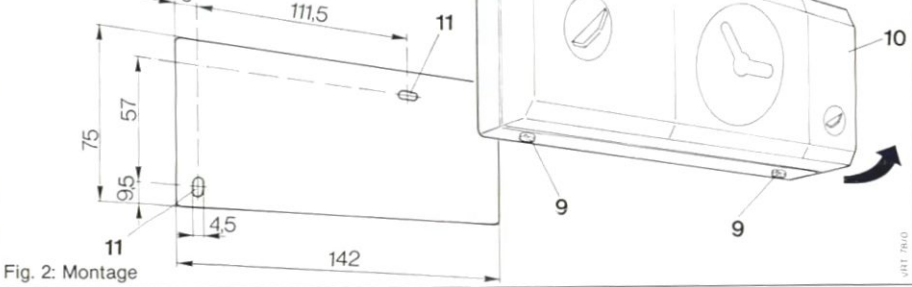
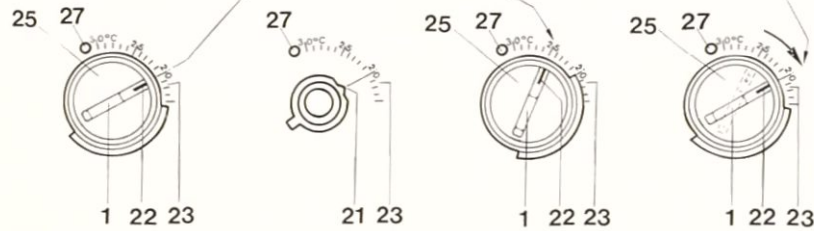

Fig. 2: Montage
Fig. 6: Temperaturwähleranzeige anpassen
1. Praticare due fori di fissaggio (11) del diametro di 6 mm come da fig. 2 ed inserire i tasselli.
2. Allentare le viti (9) con un cacciavite.
10.3 Inserire la parte superiore della scatola (10, fig. 2) nel nottolino di sostegno (12) richiudere e fissare alla parte inferiore della scatola con le due viti (9). Stringere quindi il fusibile nel quadro di comando della Tecnoblock.
2. Togliere la parte superiore della scatola (10, fig. 2) come da paragrafo 9.2.
4. Applicare la parte superiore della scatola (10, fig. 2) come da paragrafo 10.3.
Togliere la parte superiore della scatola (10, fig. 2) come da paragrafo 9.2.
Applicare nuovamente la parte superiore della scatola (10, fig. 2) come da paragrafo 10.3.
Girare il selettore della temperatura diurna (1, fig. 1) sul valore superiore del campo di regolazione (nella fig. 7 b: 25 °C). Togliere la parte superiore della scatola (10, fig. 2). Sfilare la manopola (25) del selettore della temperatura diurna (1, fig. 2) senza spostare l'albero che si trova sotto e capovolgere.
Sollevarne la molla di limitazione (26 a) ed inserirla al valore desiderato del campo di regolazione (nella fig. 7 b: 10). La scala si trova sul retro della manopola (25). Sollevare la molla di limitazione (26 b) ed inserirla al valore desiderato del campo di regolazione (nella fig. 7 b: 25). La scala si trova sul retro della manopola (25). Inserire la manopola (25) nella sua posizione originaria (nella fig. 7 b: 25 °C). Se la manopola (25) non è stata spostata come da paragrafo 12.2.2, la punta della freccia ed il contrassegno (21 e 22 nella fig. 6) si trovano l'una sull'altra. Applicare la parte superiore della scatola (10, fig. 2). Avvitare i fusibili nella cassetta dei comandi.
Regolare il selettore della temperatura diurna (1, fig. 1) sulla temperatura ambiente desiderata (nella fig. 8: 20 °C). Togliere la parte superiore della scatola (10, fig. 2). Sfilare la manopola (25) del selettore della temperatura diurna (1, fig. 2) senza spostare l'albero che si trova sotto e capovolgere.
Inserire la manopola (25) nella sua posizione originaria (nella fig. 8: 20 °C). Se la manopola non è stata spostata come da paragrafo 12.2.2, la punta della freccia ed il contrassegno (21 e 22 nella fig. 6) si trovano una sull'altra. Applicare la parte superiore della scatola (10, fig. 2). Avvitare i fusibili nella scatola dei comandi della caldaia Tecnoblock.
27 Begrenzungsanschlag (s. Abb. 6)
27 Limiting stop (see fig. 6)
27 Butée de limitation (voir fig. 6)
27 Aanslagnok (zie fig. 6)
27 Arresto (vedi fig. 6)